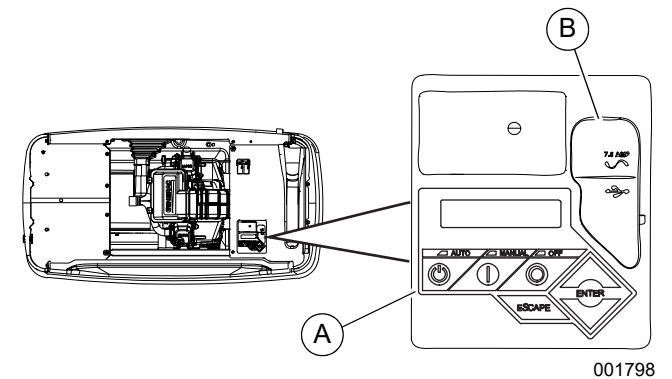

Figura 3-8. Panel de control del generador
Consulte la Figura 3-8. La interfaz del panel de control (A) se encuentra debajo de la tapa del gabinete. Verifique que los bloqueos del lado izquierdo y derecho estén desbloqueados antes de intentar levantar la tapa del gabinete. Abra la tapa como se indica en Apertura de la tapa.